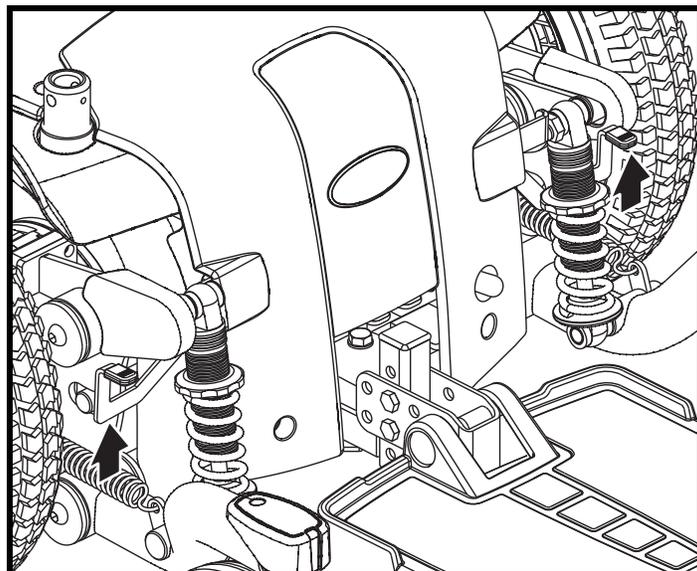

Figure 9. Mode de traction (embrayé)
3. Tirez les deux leviers vers le haut pour embrayer les moteurs (mode de traction). Voir la figure 9.